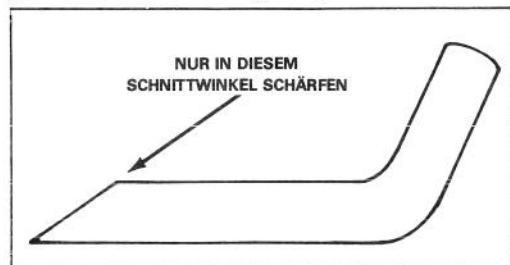

Bild 17
6. **SCHÄRFEN DES MESSERS** — Mit einer Feile die Oberkante des Messers schärfen und dabei den ursprünglichen Schnittwinkel einhalten (Bild 17). Das Messer bleibt ausgewuchtet, wenn von beiden Schnittkanten gleichviel Material abgetragen wird.